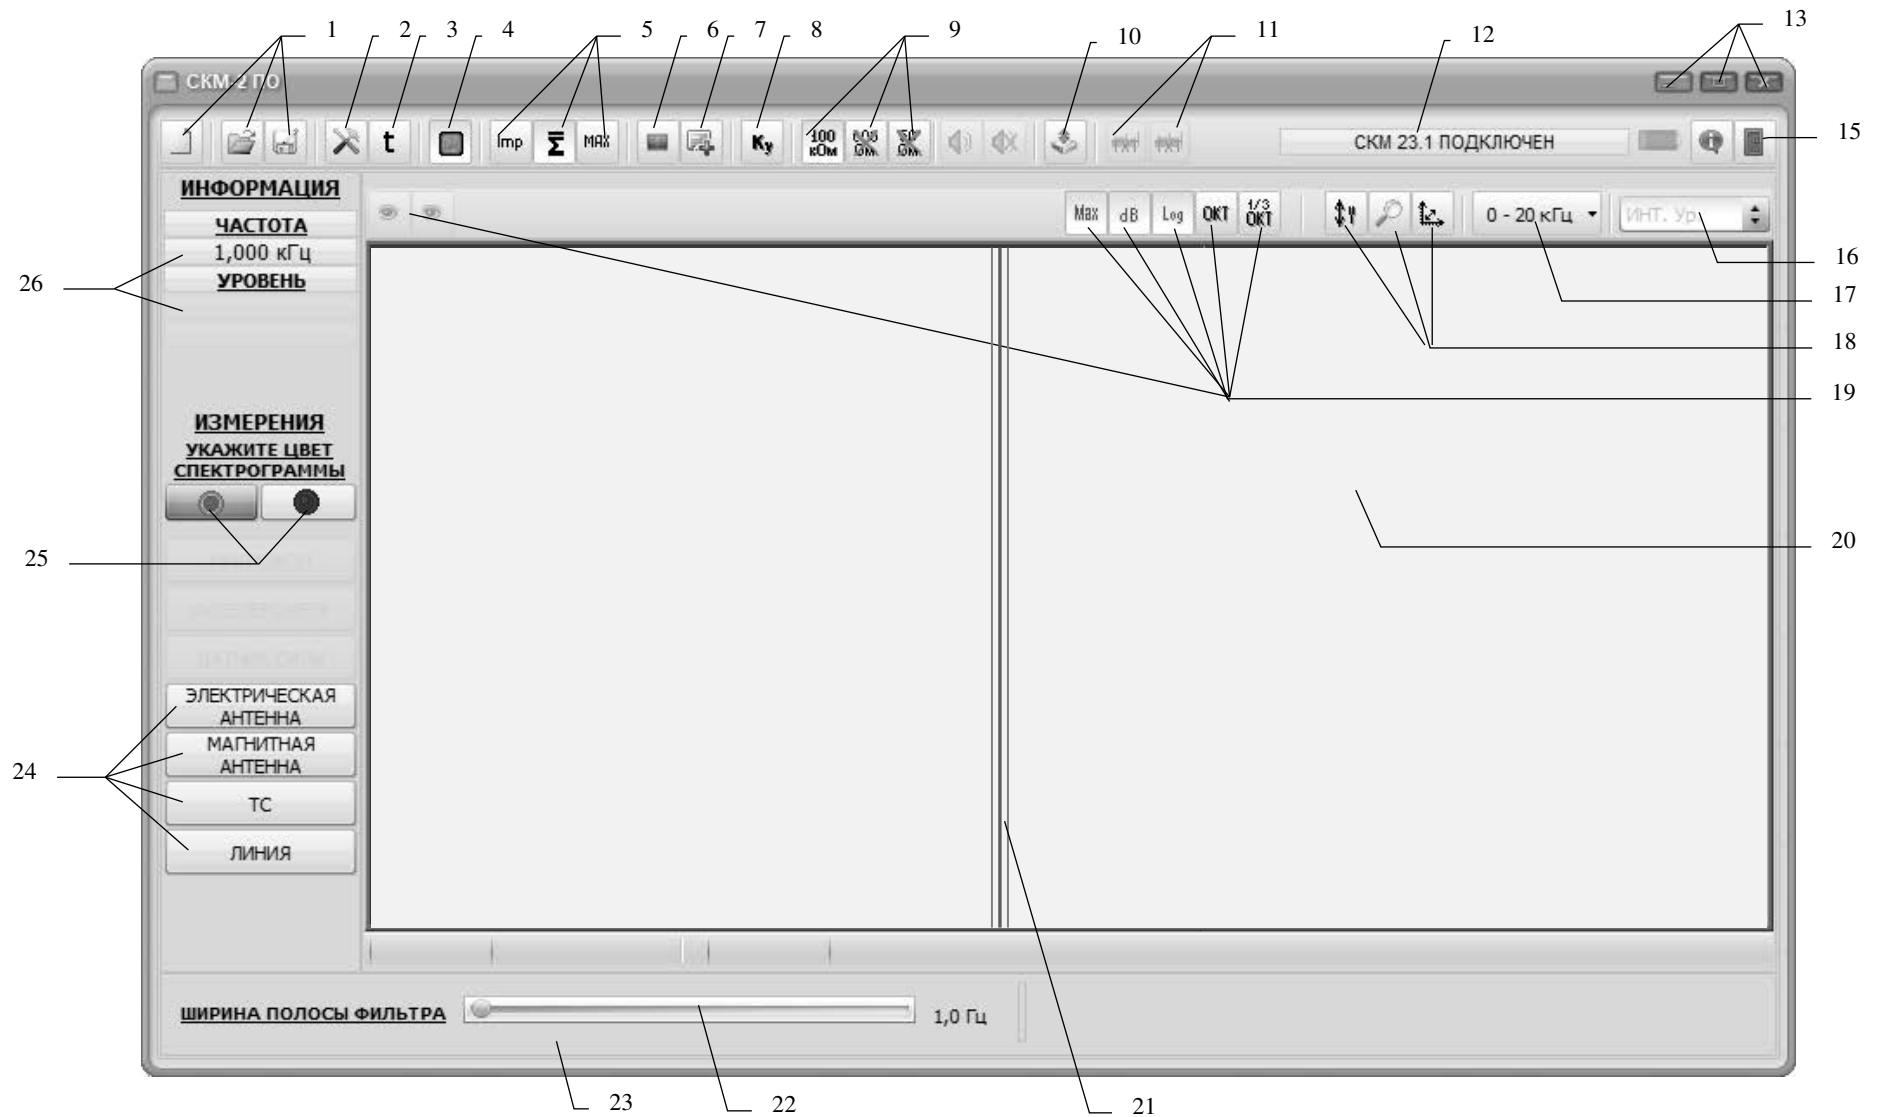
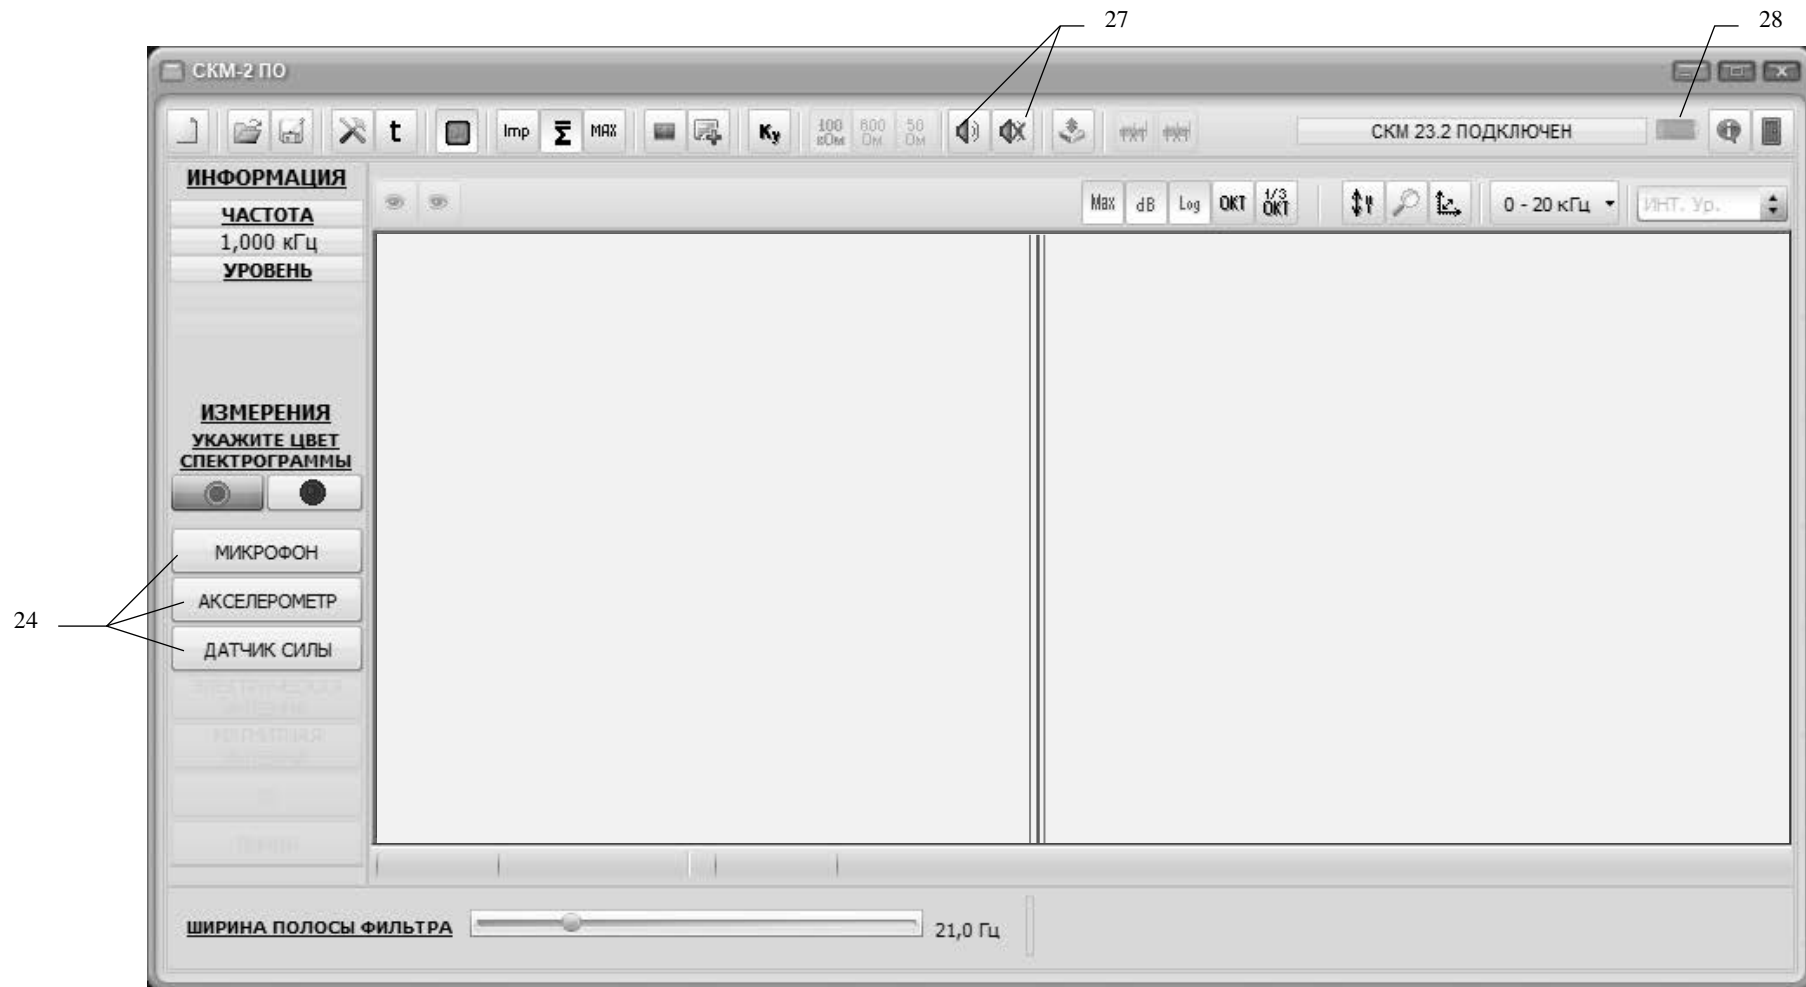
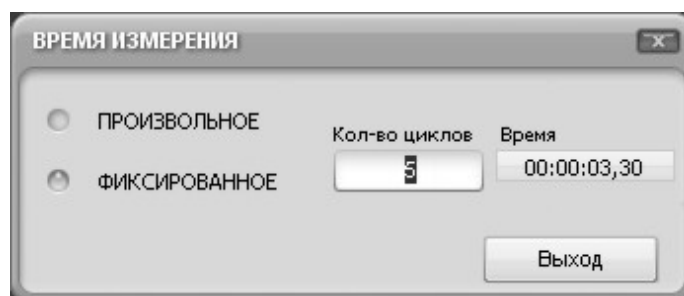
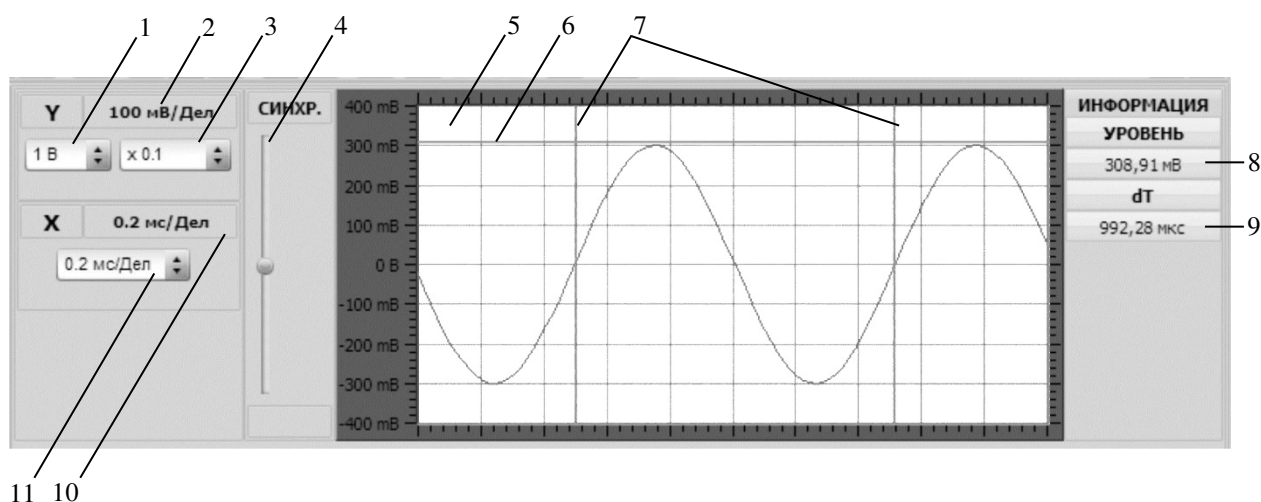

Рисунок 4 – Общий вид главной экранной формы СПО «СКМ-2 ПО» при подключении блока СКМ-23.1
Рисунок 5 – Общий вид главной экранной формы СПО «СКМ-2 ПО» при подключении блоков СКМ-23.2 и СКМ-23.2Р
Рисунок 10 – Вид экранной формы «ВРЕМЯ ИЗМЕРЕНИЯ»
Рисунок 11 – Вид окна временной развертки сигналов
9.8 После выполнения пп. 9.1-9.7 инструкции изделие полностью готово к работе. Показателем готовности изделия к работе является появление надписи «СКМ-23.1 ПОДКЛЮЧЕН» («СКМ-23.2 ПОДКЛЮЧЕН» или «СКМ-23.2Р ПОДКЛЮЧЕН») в правом верхнем углу главной экранной формы управляющей программы *СКМ2РО* (поз. 12 на рис. 4).
подключении блока СКМ-23.1 приведен на рис. 4, при подключении блоков СКМ-23.2 и СКМ-23.2Р - на рис. 5. Назначение элементов управления и индикации главной экранной формы приведено в табл.2.
10.2.2 Для работы с архивом измерений в СПО «СКМ-2 ПО» используются три кнопки (см. поз. 1 на рис.4): «НОВОЕ ИЗМЕРЕНИЕ», «ЗАГРУЗИТЬ ИЗ ФАЙЛА» и «СОХРАНИТЬ ФАЙЛ КАК...».
10.3.1 Кнопка «Калибровка» является первой в ряду кнопок задания параметров измерений (см. поз. 2 на рис.4). Она позволяет производить калибровку датчиков, подключаемых к анализаторам (микрофона, акселерометра, токосъемника, датчика силы, а также электрической и магнитной антенны). При нажатии кнопки на монитор выводится экранная форма
10.4.1 Второй по счету в группе кнопок установки параметров измерений (см. поз.2 на рис. 4) находится кнопка задания продолжительности измерений (кнопка «t»). Она позволяет выбрать один из двух способов задания продолжительности измерений, предусмотренных в СПО «СКМ-2 ПО» (первый способ - «задание продолжительности в ходе измерений», второй – «заблаговременное фиксирование продолжительности измерений»). При нажатии кнопки на монитор выводится экранная форма «ВРЕМЯ ИЗМЕРЕНИЯ», вид которой приведен на рис. 10.
10.4.2 Для выбора первого из этих способов («задание продолжительности измерений») необходимо установить метку в поле «ПРОИЗВОЛЬНОЕ». При выборе первого способа продолжительность измерений будет определяться оператором непосредственно в ходе измерения. Так, при запуске измерения (см. п. 10.8) активируется кнопка «СТОП» в поле «запускающих» кнопок (поз. 24 на рис. 4, 5). Измерение заканчивается в момент нажатия оператором кнопки «СТОП». Продолжительность измерения фиксируется в специальном поле главной экранной формы (поз. 23 на рис. 4).
10.5.1 СПО «СКМ-2 ПО» позволяет устанавливать один из двух вариантов разрешения по частоте - 1Гц или 8 Гц. Установка производится кнопкой «УСТАНОВКА РАЗРЕШЕНИЯ ПО ЧАСТОТЕ» (поз. 4 на рис. 4).
10.6.1 В СПО «СКМ-2 ПО» предусмотрено три варианта обработки спектральных составляющих анализируемого сигнала: выбор мгновенного значения, усреднение и выбор максимального значения. Каждому из этих вариантов соответствует кнопка из группы, показанной на поз. 5 рис. 4.
При выборе времени измерения «ПРОИЗВОЛЬНОЕ» (см. п. 10.4.2 настоящего руководства) усреднение результатов будет вестись непрерывно до момента нажатия оператором кнопки «СТОП» (см. п. 10.15). После остановки время измерения фиксируется в поле отображения продолжительности измерительного цикла (поз. 23 на рис. 4).
непрерывно до окончания выбранного оператором числа измерительных циклов. После остановки время измерения фиксируется в поле отображения продолжительности измерительного цикла (поз. 23 на рис. 4).
10.7.1 СПО «СКМ-2 ПО» имеет режим временной развертки сигналов, позволяющий визуализировать осциллограммы анализируемых электрических сигналов от датчиков, подключенных к любому из входов анализатора (см. п. 3.20 - 3.22 настоящего руководства), в реальном масштабе времени. Для вызова окна временной развертки сигналов используется кнопка «» (см. поз. 6 на рис.4). При ее нажатии в верхней части главной экранной формы появляется окно временной развертки, вид которого представлен на рис. 11, а назначение элементов управления и индикации приведено в табл. 3.
10.7.2 Работа в режиме временной развертки сигналов максимально приближена к работе с обычным осциллографом. Работа начинается после старта любого измерения (см. п. 10.15), при этом на экране визуализации осциллограмм (поз. 5 на рис. 11) появляются рабочие осциллограммы. Остановка обновления («развертки») осциллограмм происходит автоматически при окончании (остановке) измерительного цикла (см. п. 10.15).
10.7.3 Управление вертикальной разверткой осциллограмм производится переключателями 1, 3 (рис. 11). Переключатель 1 устанавливает цену деления вертикальной шкалы, а переключатель 3 устанавливает значение дополнительного множителя вертикальной развертки. Результирующее реальное значение цены деления вертикальной развертки отображается в поле 2.
10.7.4 Управление горизонтальной разверткой осциллограмм производится переключателем 11 (рис. 11). Значение цены деления горизонтальной развертки отображается в поле 10.
10.7.5 Управление синхронизацией временной развертки сигнала производится с помощью регулятора 4 (рис. 11). Положение регулятора задает уровень синхронизации развертки. Изменение положения регулятора производится с помощью указателя манипулятора «мышь».
10.7.6 Измерение уровня сигнала производится с использованием горизонтального маркера уровня (поз. 6 на рис. 11) экрана визуализации осциллограмм. Положение маркера устанавливается с использованием указателя манипулятора «мышь», при этом значение уровня сигнала, соответствующее положению маркера приводится в поле 8 «УРОВЕНЬ».
10.7.7 Измерение временных интервалов производится с использованием вертикальных маркеров уровня (поз. 7 на рис. 11) экрана визуализации осциллограмм. Положение маркеров устанавливается с использованием указателя манипулятора «мышь», при этом значение временного интервала, соответствующее разнице положений маркеров, приводится в поле 9 «dT» (рис. 11).